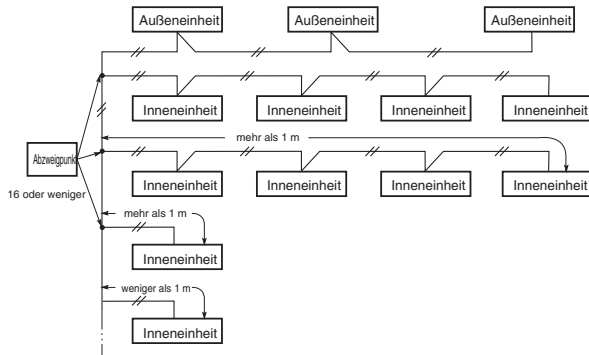

Abb. 4-3
- (4) Wenn ein Einheiten-Steuerverbindungskabel angeschlossen werden soll, darf die Anzahl der Abzweigpunkte nicht höher als 16 liegen. (Abzweigungen mit weniger als einem Meter sind in der Gesamtzahl der Abzweigpunkte nicht eingeschlossen.) (Abb. 4-3)